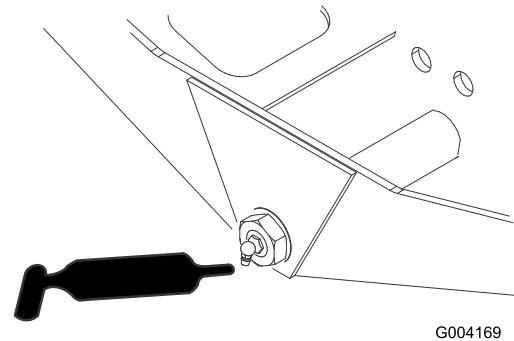

Figure 47
- Pivot de direction d'essieu (1) (Figure 47)